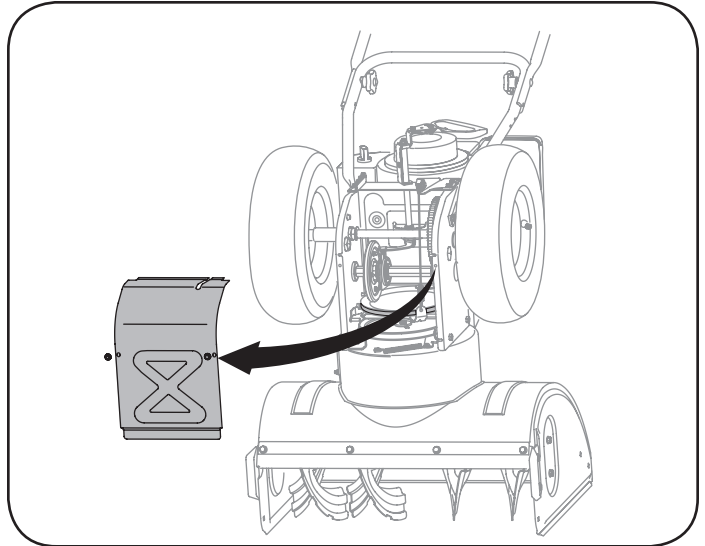

Figura 22
5. Saque la cubierta del marco desde debajo de la máquina quitándole retirando los cuatro tornillos autorroscantes que la aseguran. Vea la figura 22.
5. Saque la cubierta del marco desde debajo de la máquina quitanieve retirando los cuatro tornillos autorroscantes que la aseguran. Vea la figura 22.